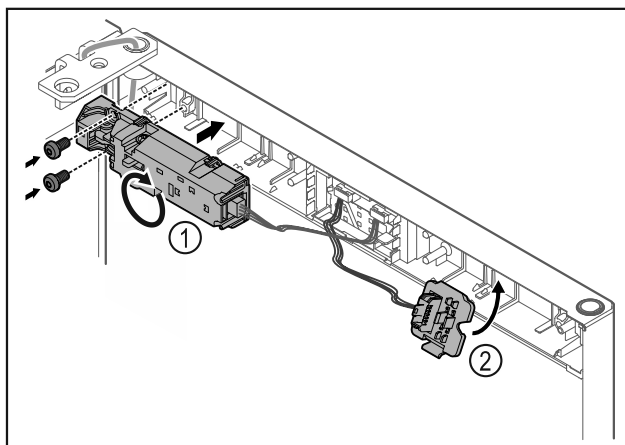

Fig. 24
- ▶ Otočte diaľkový zámok Fig. 24 (1) o 180° a upevnite ho na opačnej strane.
- ▶ Zaistite držiak zástrčky Fig. 24 (2) na opačnej strane.